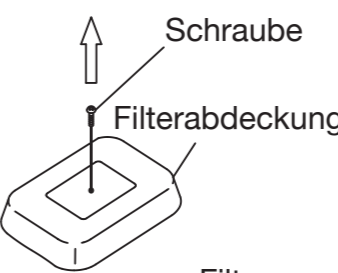

Abbildung 2
- 3 Nehmen Sie die Filterabdeckung ab (Abbildung 2). Halten Sie sie an beiden Enden fest und ziehen Sie sie nach oben ab.